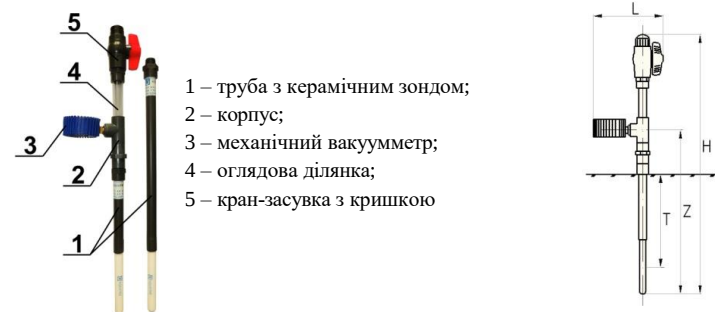

Рисунок 1 Тензіометр AQUATEC іригаційний, серія AQUAMETER PRO, модель T LT
Тензіометр AQUAMETER PRO моделі Т містить два основні компоненти: **1 - керамічний зонд**, вбудований у жорстку полівінілхлоридну (ПВХ) трубу з гумовою прокладкою і різьбовою муфтою на її кінці. Таке виготовлення керамічного зонда з трубою, що викручується, передбачає можливість його знімання для швидкої заміни у разі пошкодження або для зміни робочої глибини встановлення тензіометра; **2 – корпус (ПВХ)**, який містить вимірювач тиску – механічний вакуумметр із кольоровою шкалою і захисним гумовим чохлам (кожухом), оглядову ділянку, яка виготовлена з ПВХ прозорої труби для візуального контролювання руху вакууму і необхідності дозаправлення приладу **чистою водою***, і кульовий кран-засувку із кришкою для дозаправлення приладу (рис. 1). Кольорова інтуїтивно зрозуміла шкала вакуумметра відображає інтервали потенціалу ґрунтової вологи для різних типів ґрунту. У зібраному стані компоненти тензіометра **герметично з'єднані** у вакуумну систему.
Тензіометри мають маркування (модифікацію). T20 – тензіометр з робочою глибиною встановлення T=20 см – відстань від поверхні ґрунту до середини керамічного зонду (рис. 1); T30 – тензіометр з робочою глибиною встановлення T=30 см. І далі через 10 см до T=100 см та більше (за індивідуальним замовленням).
Габаритні розміри приладу: висота Н становить від 50 до 130 см і більше, ширина L=16 см (рис. 1). Маса тензіометра без води залежно від довжини становить від 0,38 до 0,46 кг.
4. Принцип дії тензіометра. Принцип дії тензіометра заснований на властивості керамічного зонду пропускати ґрунтову воду і не пропускати повітря до тиску барботування. В умовах взаємодії ненасиченого вологою ґрунту із стінками керамічного зонду, пори якого насичені водою, вода з водної камери приладу під дією капілярно-сорбційних сил переміщується до ґрунту. Під час збільшення вмісту вологи в ґрунті (атмосферні опади, іригаційні поливи) волога з ґрунту навпаки надходить до водної камери приладу. Воднотисок стрілки вакуумметра пересувається у напрямку «0». Максимальний вміст вологи у ґрунті за повної вологомісткості (ПВ) відповідає величині тензіометричного тиску $P_s=0$. Зі зменшенням вмісту вологи від'ємний тиск (розрідження) збільшується $-P_s<0$. У стані рівноваги потенціал води всередині тензіометра (показання вакуумметра) дорівнює сумі матричного потенціалу – тензіометричного тиску ґрунту і висоти водяного стовпа приладу – Z (рис. 1). У практичних вимірюваннях значення Z не враховують через її незначний вплив.